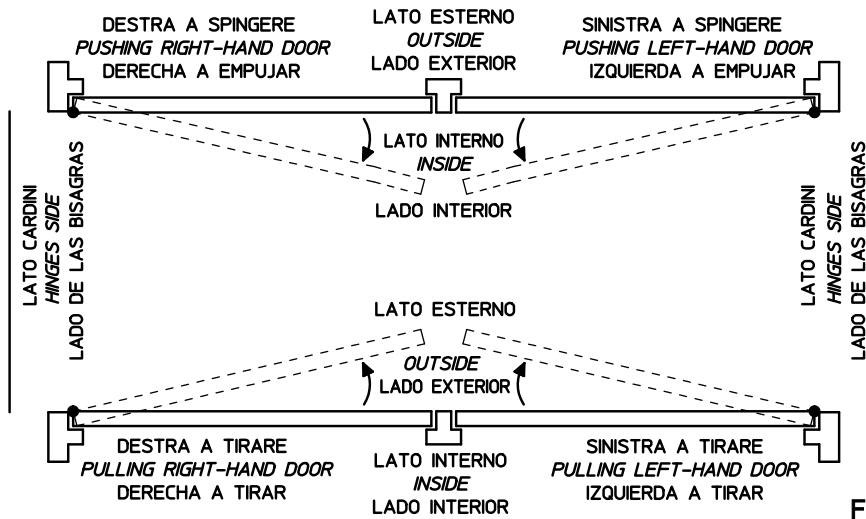
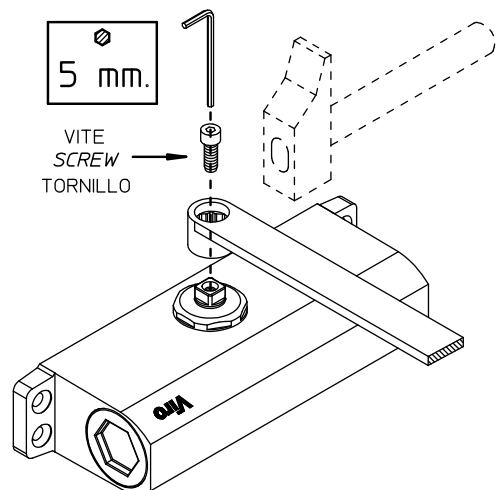

FIG. 1
FIG. 2
1. IDENTIFICARE IL SENSO DI APERTURA DELLA PORTA UTILIZZANDO LO SCHEMA DI **FIG.1** E, SERVENDOSI DELLA DIMA DI MONTAGGIO, MARCARE LE POSIZIONI DELLE VITI DI FISSAGGIO SULLA PORTA E SULLO STIPITE E PREPARARE I FORI
2. ACCOPPIARE IL BRACCIO AL PERNO COME INDICATO IN **FIG.2** E FISSARE LE DUE PARTI UTILIZZANDO LA VITE IN DOTAZIONE. **NB.: IL PRECISO ACCOPPIAMENTO FRA IL PERNO DEL CHIUDIORTA ED IL BRACCIO PUO' RICHIEDERE L'USO DI UN MARTELLO**
1. IDENTIFICAR EL SENTIDO DE ABERTURA DE LA PUERTA UTILIZANDO EL ESQUEMA DE **FIG.1** Y UTILIZANDO LA PLANTILLA DE MONTAJE, MARCAR LAS POSICIONES DE LOS TORNILLOS DE FIJACIÓN EN LA PUERTA Y EN EL MARCO Y PREPARAR LAS PERFORACIONES. APAREAR EL BRAZO AL REMACHE COMO INDICADO EN **FIG.2** Y FIJAR LAS DOS PARTES UTILIZANDO EL TORNILLO EN DOTACIÓN. **NB. EL PRECISO ACOPLAMIENTO ENTRE EL REMACHE DEL CIERRAPUERTA Y EL BRAZO PUEDE NECESITAR EL USO DE UN MARTILLO**